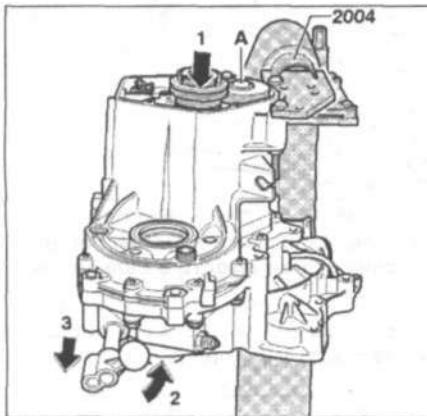

Рис. 8.21. Открутите болт А шестерни 5-й передачи, включив 5-ю передачу (стрелка 1) и 2-ю передачу (стрелки 2 и 3).
9. Открутите болт А шестерни 5-й передачи, включив 5-ю передачу (стрелка 1) и 2-ю передачу (стрелки 2 и 3) (рис. 8.21). После включения этих двух передач оба вала коробки передач заблокированы. Снимите ступицу синхронизатора 5-й передач и выключите 2-ю передачу.